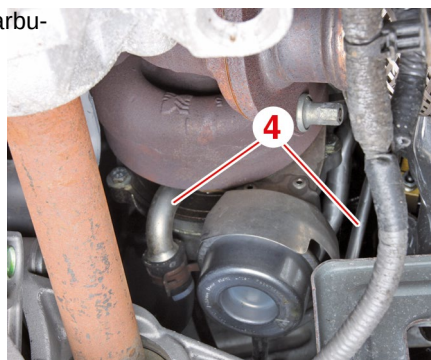

Fig. 16
- Staccare i condotti (4) (Fig. 16).